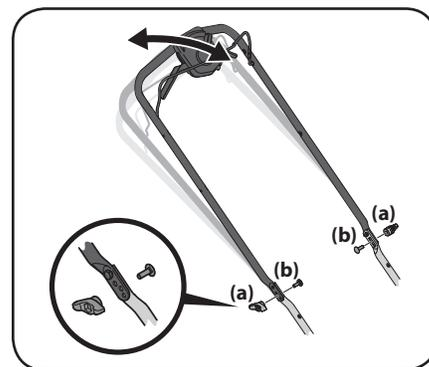

Figure 2-14
Voir Figure 2-14.
2. Ajustez le guidon dans l'une des trois positions. Voir l'encadré de Figure 2-14.